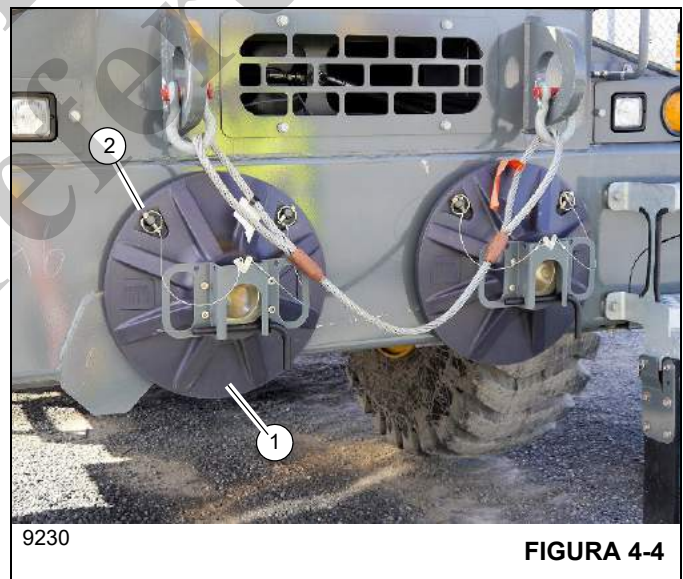

FIGURA 4-4
6. Retraia as patolas dos estabilizadores (Figura 4-4).